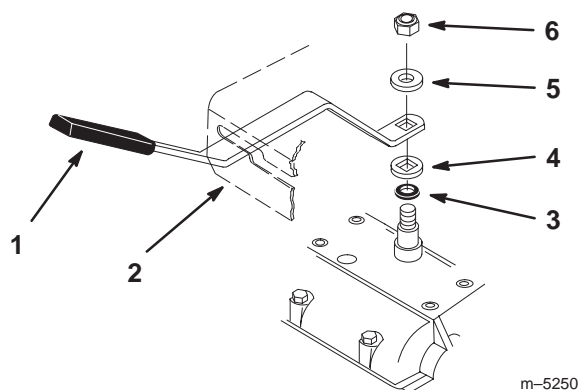

Figure 6
2. Si ce n'est pas le cas, enlevez le levier et pliez-le légèrement pour le régler (Fig. 6).